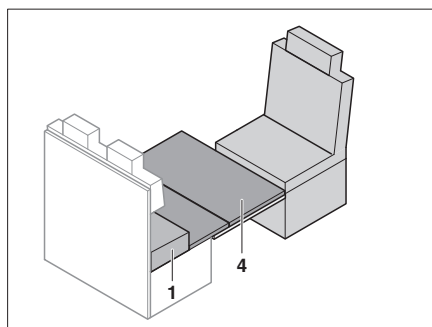

Fig. 194 Colocar el apoyo de cama de reserva
- Poner el apoyo de cama de reserva (Fig. 194,4) en la mesa. Crear así el borde delantero del apoyo de cama de reserva directamente en el asiento del conductor.